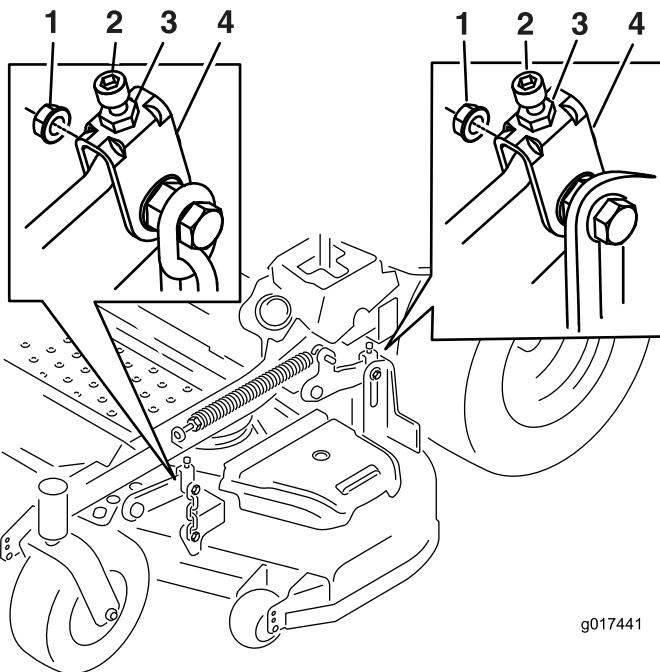

Figure 73
précisément la vis de réglage en la tournant de manière à obtenir une hauteur de 7,6 mm (voir Figure 73).
- Ajustez précisément la vis de réglage en la tournant de manière à obtenir une hauteur de 8,3 mm (Figure 73).